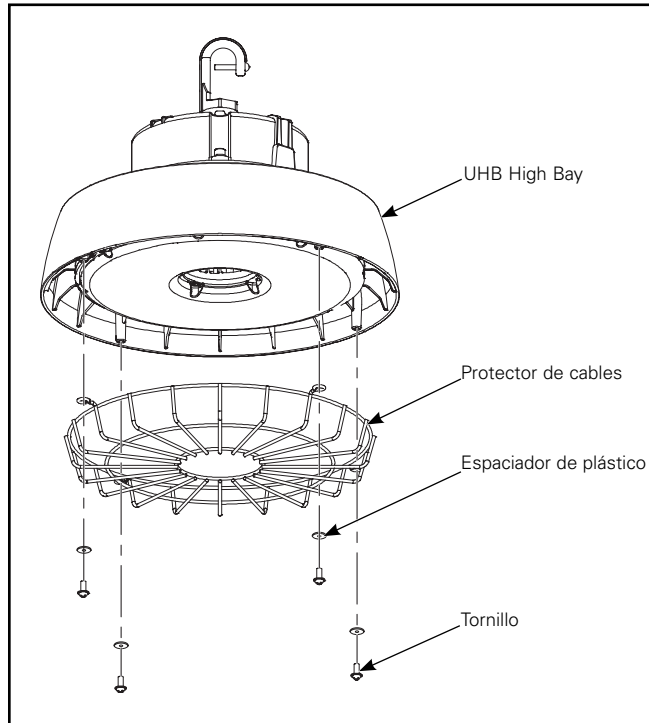

Figura 5.
1. Instale separadores de plástico en los tornillos, luego alimente a través del ojal del protector de cables y atornille en la luminaria. (Figura 5.)